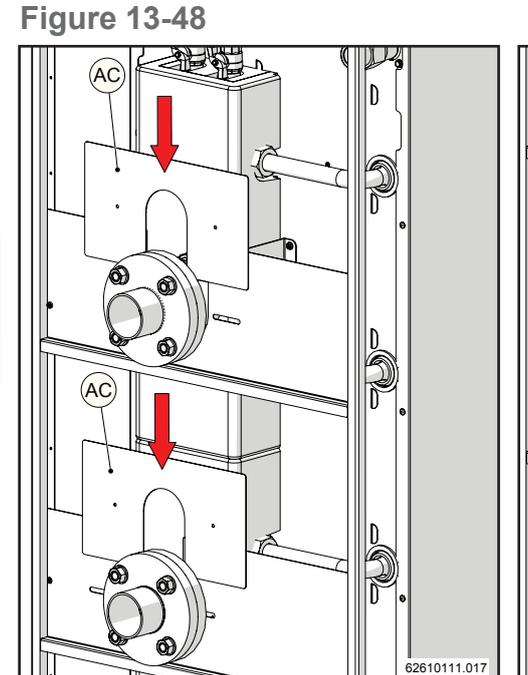
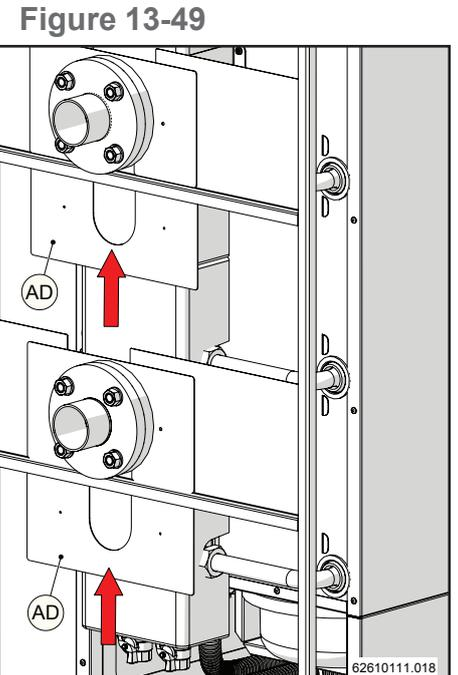
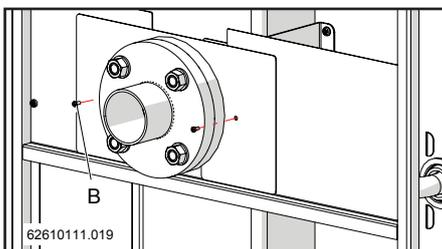
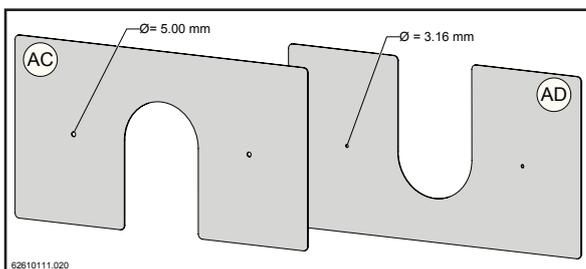

Figure 13-51
Figure 13-52
Figure 13-53
Figure 13-54
- 10.- Insérer les tôles (AC) et (AD) sur la figure 13-54 respectivement devant (figure 13-51), et derrière (figure 13-52) les tôles précédemment montées et dans le sens indiqué par les flèches. Appliquer ensuite les vis « B » comme sur la figure 13-53.
ATTENTION : les tôles (AC) et (AD) présentent des trous de différent diamètre (voir la figure 13-54). Pour un assemblage correct, positionner celles-ci selon les modalités décrites au point 10.